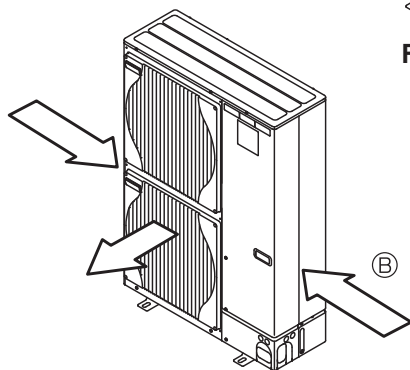

Fig. 3-4
- ③ Plaats het apparaat indien mogelijk zo dat de luchtuitlaat in dezelfde richting blaast als de seizoenwinden. (Fig. 3-4)